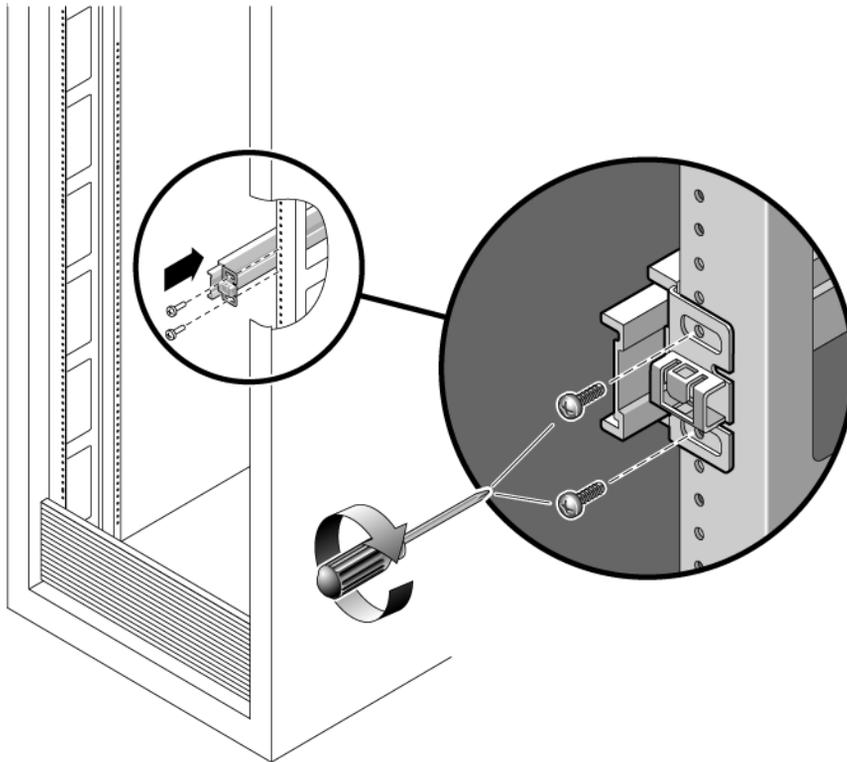

FIGURE 2-5 Montage d'un rail coulissant
- a. **Fixez sans serrer l'avant d'un rail coulissant au montant avant droit du rack au moyen de deux vis (FIGURE 2-5).**